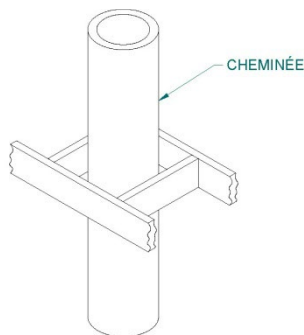

Figure 32
1. Coupez les trous dans les plafonds et planchers que traversera la cheminée et dans le toit et installez-y des protecteurs de chevrons (**voir Figure 32**). Utilisez une ligne à plomb pour aligner les centres des trous. Assurez-vous que la dimension des trous dans les planchers et les plafonds est conforme aux instructions du fabricant de la cheminée.
5. En vous plaçant en dessous, installez un coupe-feu fourni par le fabricant de la cheminée (**voir Figure 32**).